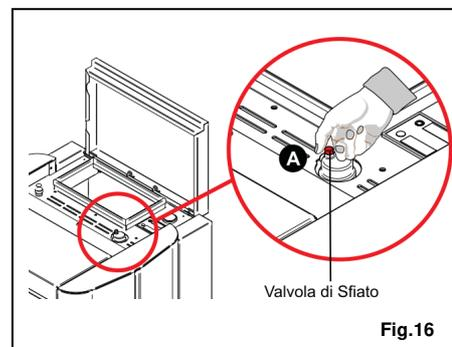

Fig.16
- Aprire la valvola di sfiato A installata all'interno del prodotto (fig. 16).